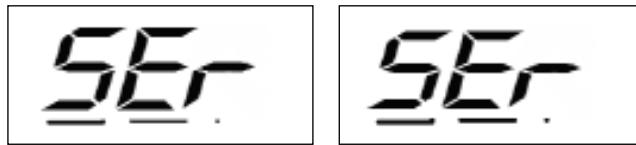

図 F9.1 利用可能なサービスモード
- 3) サービスマードを終了する前に、図 F9.1 に示すように表示画面に戻るまですべてのメニューとテストプログラムを終了しなければなりません。